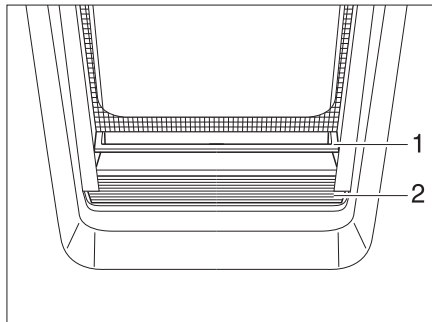

Fig. 48 Tendina oscurante pieghevole
- Afferrare la tendina oscurante pieghevole (Fig. 48,2) al centro della maniglia (Fig. 48,1), tirarla dal basso verso l'alto e rilasciarla all'altezza desiderata. La tendina oscurante pieghevole rimane a questa altezza.